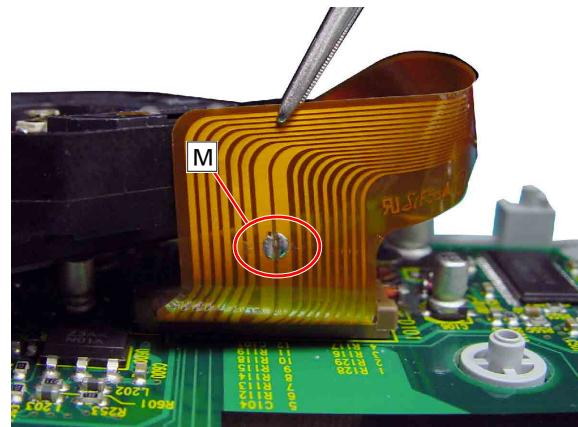

Fig. 10
- Achtung:** Vor dem Abziehen der Flexprintleitung die Schutzlötstelle **M** (Fig. 10) zulöten! Die Laserdiode kann sonst durch statische Aufladung zerstört werden.
- Caution:** Before unplugging the flexprint close the protective solder joint **M** (Fig. 10)! The Laser diode may otherwise be destroyed by static electricity.